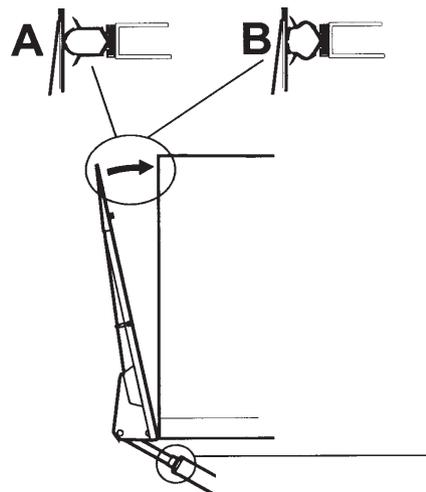

Figure 39. Ajustement du contact contre la superstructure
4. Tourner le collier ajustable de manière à ce que la plate-forme repose contre le joint sur la superstructure. Figure 39.
9. Ajuster les deux cylindres alternativement pour que la plate-forme se déplace contre la superstructure, voir Figure 39 (B).